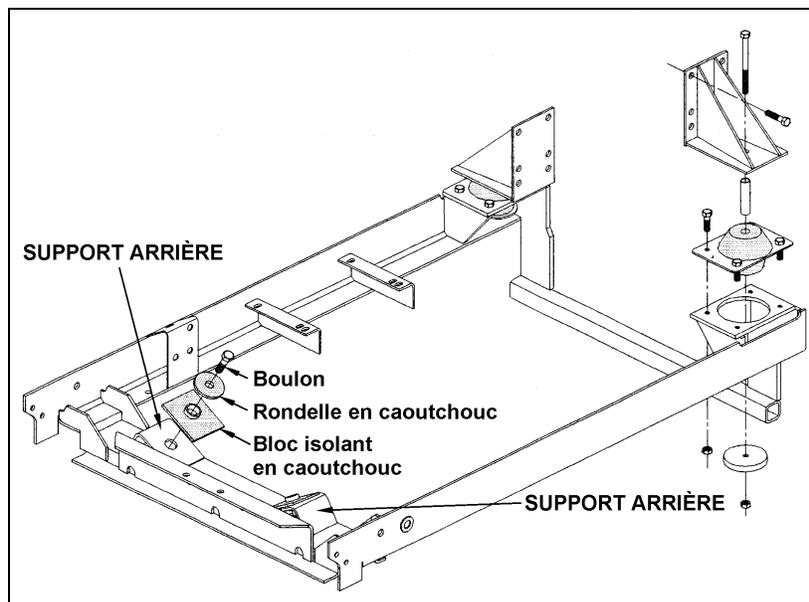

FIGURE 2
4. Mesurer le jeu entre le dessus de la patte d'attache du moteur et la rondelle de caoutchouc pour chacun des deux supports arrière (voir la figure 2).